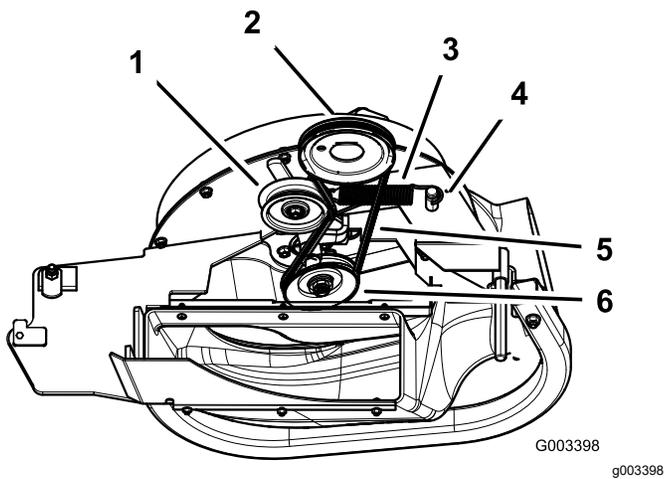

Figure 58
4. Tirez sur la poulie folle rappelée par ressort pour détendre la courroie (Figure 58).
- Faites passer la courroie neuve autour de la poulie de ventilateur (Figure 58).